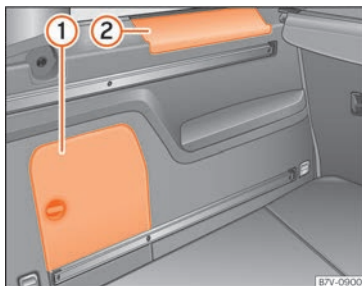

Fig. 191 En el maletero: compartimento portaobjetos lateral.
En el lateral del maletero hay otros compartimentos » **fig. 191** (1) y (2). Para abrir el compartimento (1), gire el cierre en el sentido de las agujas del reloj. Para abrir el compartimento (2), levante la cubierta. En el compartimento (1) puede encontrarse el **cambiador de CD** montado de fábrica. En la cubierta del compartimento (1) pueden guardarse de modo seguro las cubiertas de los soportes de la bandeja.